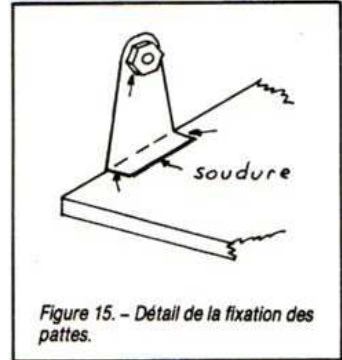

Figure 15. - Détail de la fixation des pattes.
– Le circuit FI se fixe à l'aide de trois pattes de laiton (lamelles de piles 4,5 V) soudées solidement au recto de la platine selon le détail de la figure 15. Un écrou de 15/10 est soudé sur chacune. La distance entre CI, FI et couvercle doit être telle que le sommet de TR1 affleure. Dans ces conditions, le connecteur SLM est en contrebas. Cette disposition que nous n'aimions pas trop s'avère finalement bonne car elle contribue au maintien en place des connecteurs de servos. On peut prévoir des trous de réglage pour TR1 et TR2, mais c'est facultatif. Par contre un trou latéral d'accès au point C est utile.